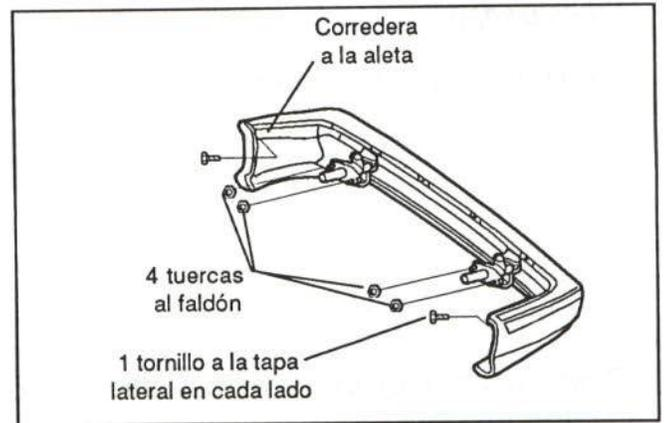

Figura 49.- Fijación del paragolpes trasero
En la figura 49 se muestra su fijación.
- Paragolpes (figura 49)